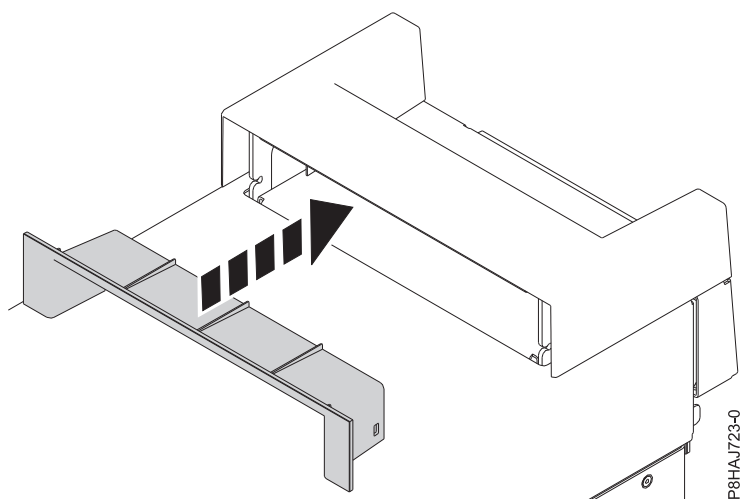

図 19. 8286-41A スタンドアロン・システムのハンドル・カバー内の断片の差し込み
2. ハンドル・カバーの断片をしっかりとハンドル・カバーに押し込んで、断片をハンドル・カバー内に差し込みます (40 ページの図 19 を参照)。